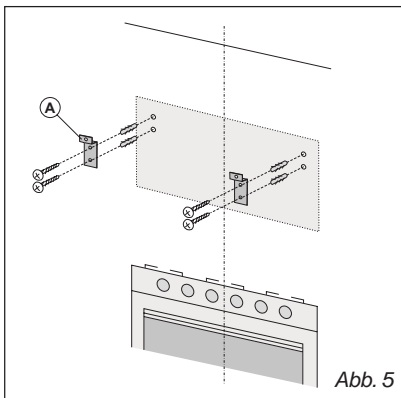
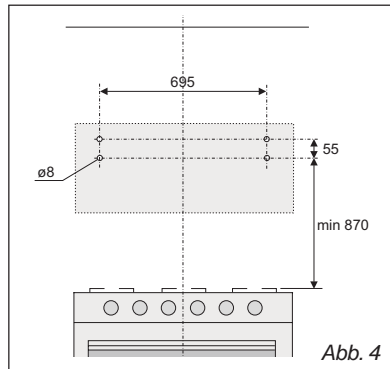
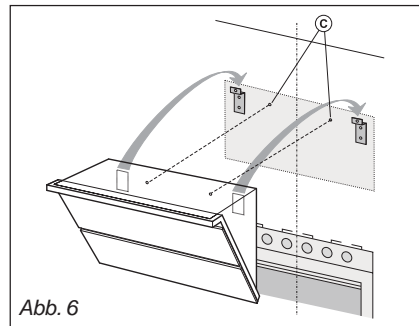

Abb. 5
Abb. 4
Abb. 6
**Befestigung an der Wand:** Zeichnen Sie eine Linie auf die Wand, vertikal zu Ihrem Kochfeld. Markieren Sie die ersten 4 anzubringenden Löcher auf der Wand, dabei sind die in Abb.4 angegebenen Maße zu beachten. Die Bohrungen ausführen und die (mitgelieferten) Dübel einstecken. Den Metallbügel (A) an der Wand befestigen, dazu die gerade angebrachten Löcher benutzen - Abb.5 - (die Schrauben zur Befestigung der Bügel sind mitgeliefert). Dann die Haube an dem Bügelnhaken (Abb.6). Die horizontale Position regulieren, indem die Haube in Übereinstimmung mit der Anordnung der Hängeschränke nach rechts oder nach links verschoben wird. Bei erfolgter Einstellung, und ohne die Haube zu entfernen, die weiteren 2 anzubringenden Löcher (C) auf der Wand markieren; die Haube abhängen und die markierten Bohrlöcher anbringen (Durchmesser 8 mm); dann zur definitiven Befestigung die je 2 mitgelieferten Dübel und Schrauben benutzen.
Vorderwand ergreifen und unteren Teil bis zum Anschlag nach außen drehen (Fig.5); Vorsichtig bis zur Arretierung loslassen.